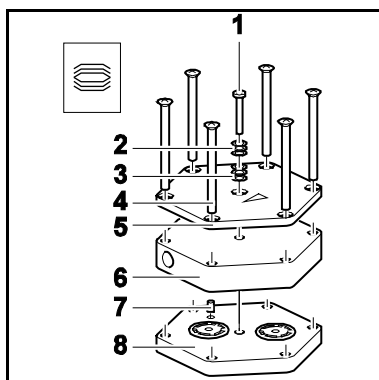

Fig. 9: montaggio della testata
1. Per la pompa a due testate: allentare a mano i dadi per raccordi (2) dal collegamento pneumatico testata (3). Ruotare il gomito con bocchettone (1) della testata (4) in senso antiorario finché si riesce a sfilare il tubo flessibile di collegamento.
2. Segnare la posizione della piastra di pressione (Fig. 9/5), della testata (Fig. 9/6), della piastra intermedia (Fig. 9/8) e del supporto della membrana con un tratto di pennarello continuo (per le pompe a due testate, eseguire quanto sopra su entrambe le testate). Così facendo, si previene l'errato rimontaggio dei componenti in un secondo tempo.
3. Allentare le viti esterne (5) della testata/delle testate.
2. Posizionare la piastra intermedia (8) con le valvole/gli o-ring sul supporto sui segni fatti in precedenza con il pennarello.
3. Posizionare la testata (6) sulla piastra intermedia (8) facendo riferimento alla spina di registro (7).
4. Posizionare la piastra di pressione (5) sulla testata (6) sul segno a pennarello fatto in precedenza.
5. Serrare le viti (4) a croce.
6. Montare la/e vite/i (1) al centro della piastra di pressione (5) con le molle a tazza (2, 3). Nel farlo, verificare il corretto orientamento delle molle a tazza (v. Fig. 9).
7. Stringere la/e vite/i (1) finché la testa della vite poggia piana. Stringere la/e vite/i di un ulteriore mezzo giro per fissarla/e.